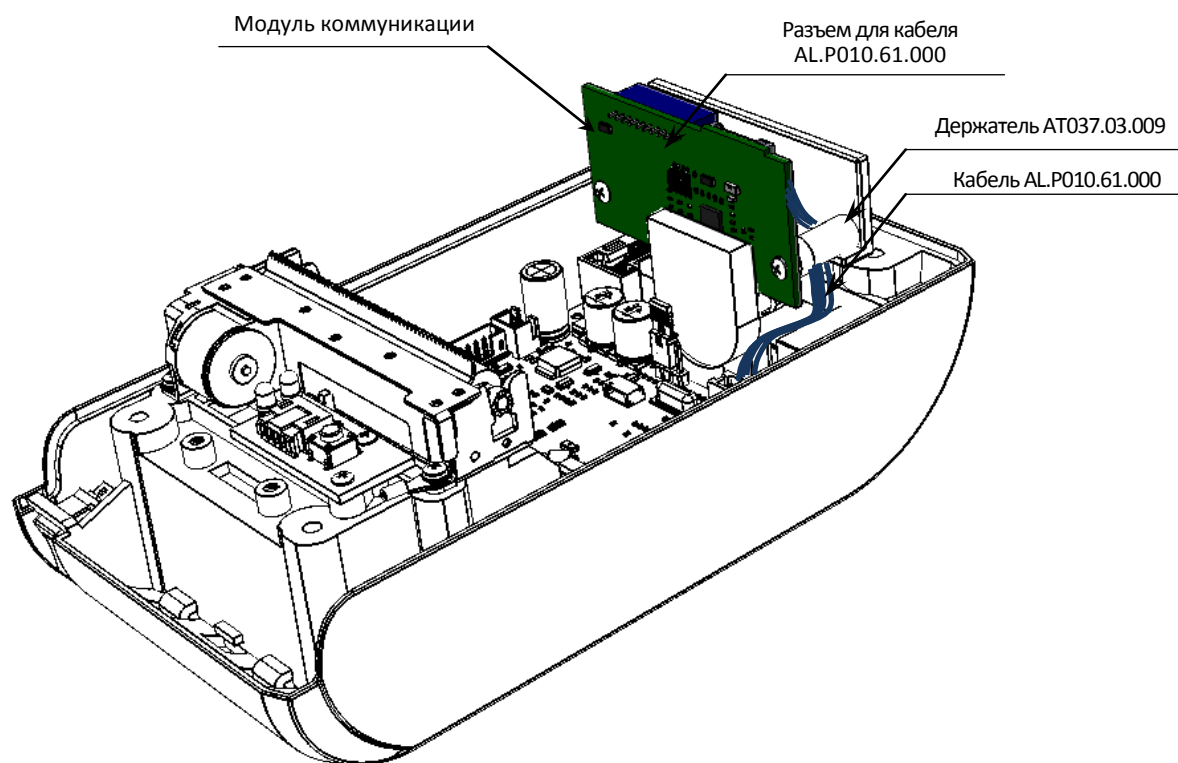

Рисунок 14. Расположение коммуникационного модуля в корпусе ККТ (кабель условно не показан)
2. Коммуникационный модуль крепится к держателю, который в свою очередь прикреплен к нижней части корпуса изделия (смотрите рисунок 14).